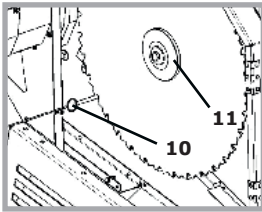

Abb. 9
- Um das Sägeblatt zu blockieren, muss der Absteckbolzen (10, Abb. 9) in die dafür vorgesehene Hülse am Rahmen gesteckt werden
- Befestigungsschraube am Klemmflansch (11, Abb. 9) des Sägeblattes lösen und abschrauben.